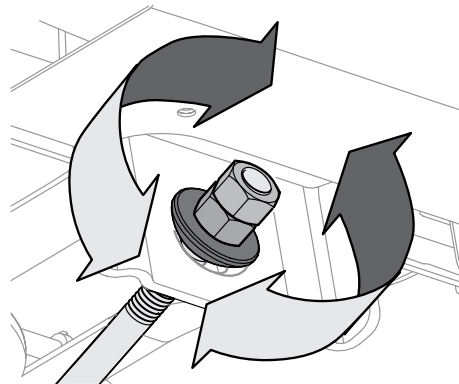

Figura 4-4
4. Para **elev**ar el frente de la plataforma, afloje la tuerca exterior y apriete (rosca hacia adentro) la tuerca contra el soporte de suspensión delantera. Vea la Figura 4-4. Cuando se logre el ajuste correcto, vuelva a apretar la tuerca externa hasta 25-30 pies-libras.
5. Para **bajar** el frente de la plataforma, afloje la tuerca exterior y afloje (rosca hacia afuera) la tuerca, lejos del soporte de suspensión delantera. Vea la Figura 4-4. Cuando se logre el ajuste correcto, vuelva a apretar la tuerca externa.